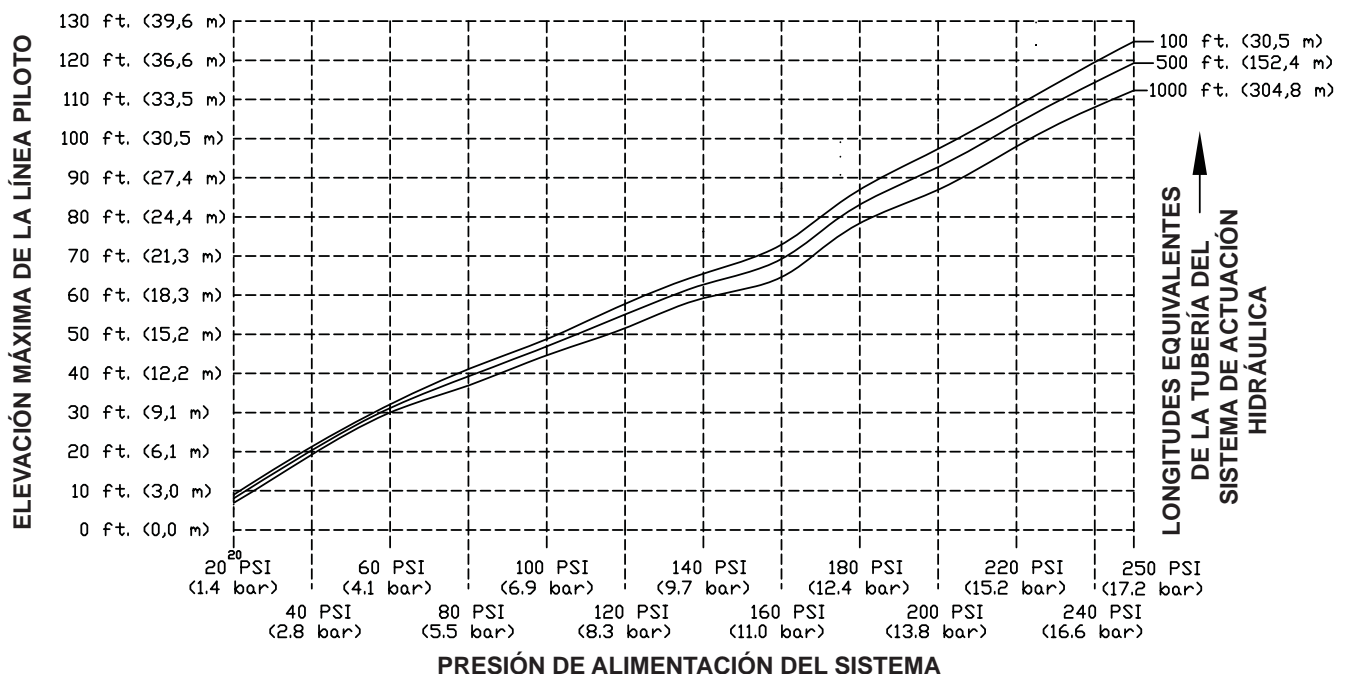

Figura 2: Elevación máxima permitida para la línea piloto en función de la longitud equivalente de la tubería del sistema de actuación hidráulica
- a. Sistemas con actuación hidráulica: véase en la Figura 2 la elevación máxima permitida para la línea de disparo sobre la válvula de control de flujo de 2" (50 mm). Si se sobrepasa dicha elevación para una aplicación específica, utilizar un sistema de actuación eléctrico o neumático.